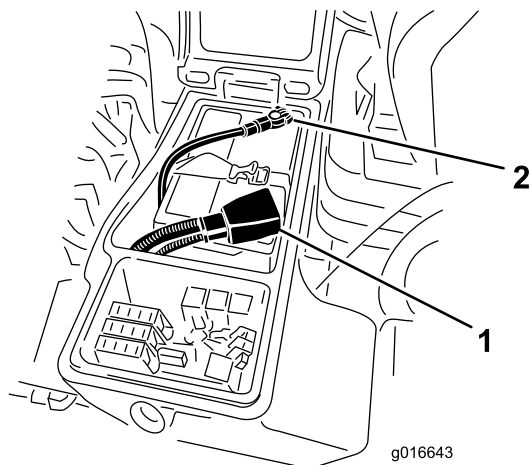

Bild 58
6. Klemmen Sie das Pluskabel (Rot) am Pluspol (+) der Batterie und das Minuskabel (Schwarz) am Minuspol (-) der Batterie an (Bild 58).